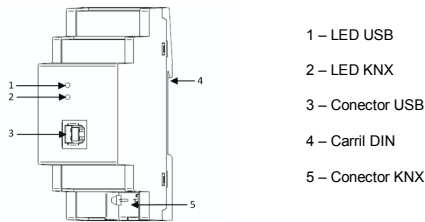

Figura 2 Zennio KNX USB Interface. Esquema de elementos
Como puede verse en la Figura 2, el dispositivo Zennio KNX USB Interface incorpora dos conectores, uno para la conexión al bus KNX (5) y otro para la conexión al PC (3).